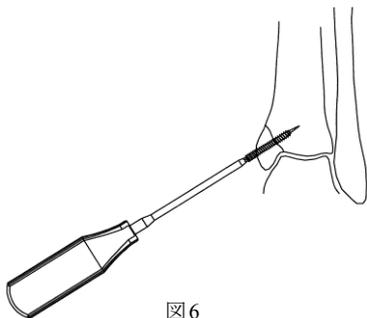

図6
- 6) 六角2.5 中空ドライバーにて選択した長さのスクリューを挿入します。(図6)